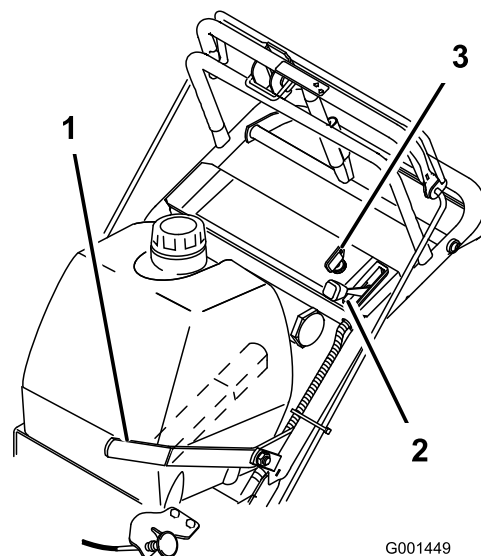

Figura 8
5. Gire la llave de contacto a la posición de Marcha (Figura 8).
8. Tire del mando del estérter a la posición de activado si el motor está frío (Figura 8).
1. Mueva la palanca del acelerador a la posición Lento (Figura 8).
3. Gire la llave en el sentido a la posición Desconectado (Figura 8).